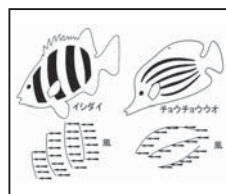

図2 切り抜き
(1)魚の模様に合わせて切り抜き加工(図2)。魚体の特徴的な模様に合わせて切り抜き、風の通り抜ける方向により個々に異なった動きをします。